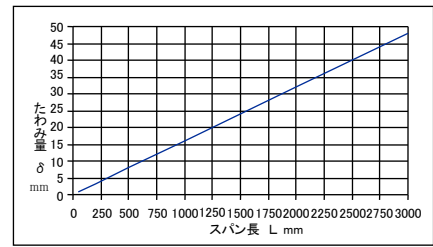

図 6 Vベルト必要たわみ量 (δ mm)
- ・たわみ量 (δ mm) はスパン長 (L mm) をはかり、図 6 より求めます。